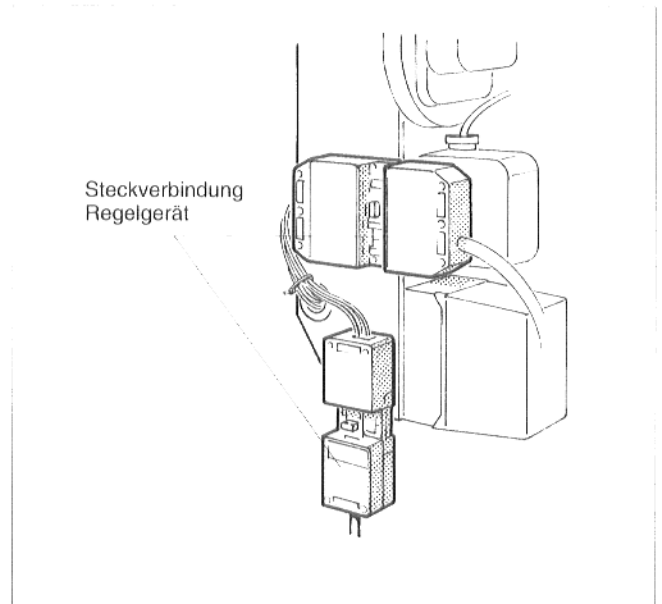

Abb. 11
- Steckverbindungen zwischen Regelgerät und Brenner herstellen (Abb. 11).